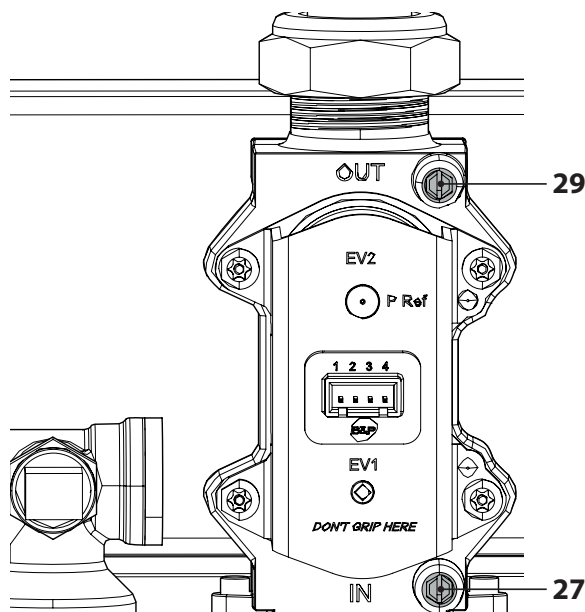

Figura 7.1
- A caldaia spenta (fuori servizio), controllare la pressione di alimentazione utilizzando la presa 27 in Figura 7.1 e confrontare il valore letto con quelli riportati nella tabella Pressioni di alimentazione gas nella sezione "Dati tecnici IDROCOND 20-25 S" a pag. 26, "Dati tecnici IDROCOND 25-30 S" pag. 30 e "Dati tecnici IDROCOND 30-35 S" pag. 34.
- Richiudere bene la presa di pressione 27 in Figura 7.1.